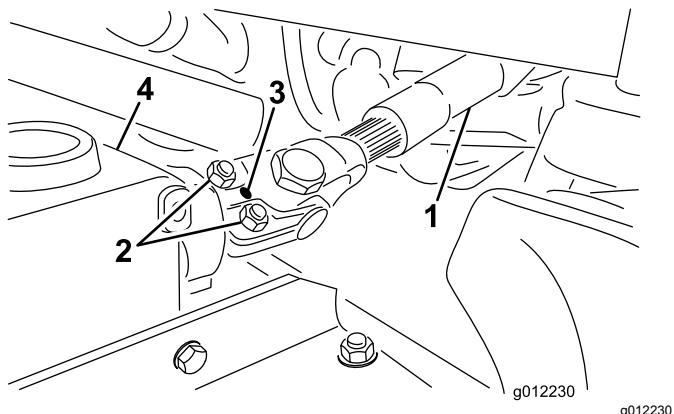

図 6
- オスの PTO シャフトとメスの PTO シャフトを接続する図 6。ギアケースの入力シャフトの取り付け穴と PTO シャフト穴とを整列させて相互に接続する。
- ロールピンで固定する(図 6)。
- ボルトとナットを締めつける(図 6)。